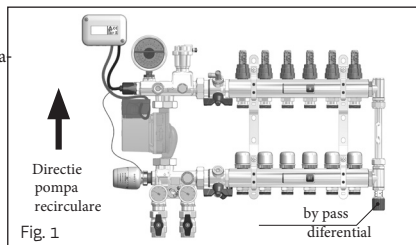

Fig. 1
2. Pompa trebuie instalata in directia ascendenta a debitului (Fig. 1)
3. By-pass-ul diferential de pe circuitul secundar, trebuie sa fie montat corect cu maneta neagra plasata pe distribuitorul de retur (Fig. 1)